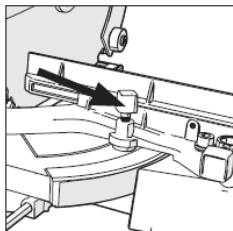

Рис. 20
- Ослабьте винт фиксации скоса (Рис. 20) вращением против часовой стрелки.